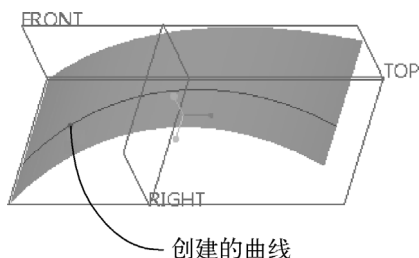

图 5-167 创建偏移的曲线
- 5) 在“偏移”选项卡中单击 （完成）按钮，完成创建一条偏移的曲线，如图 5-167 所示。